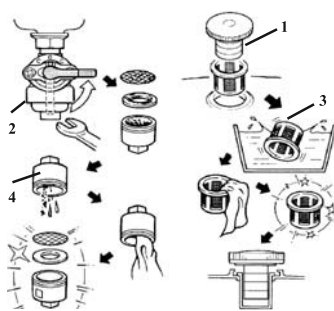

рис. 7
7.5.1 Снимите крышку бензобака **1** (рис. 7) и колпачок крана подачи бензина **2** (рис. 7), стараясь не повредить уплотнения. Слейте остатки топлива во вспомогательную ёмкость.
7.5.2 Удалите загрязнения с фильтров **3** и **4** (рис. 7) промыванием в лёгком растворителе (типа №646, Уайт-Спирит) и продувкой. Высушите фильтры и установите их на место.